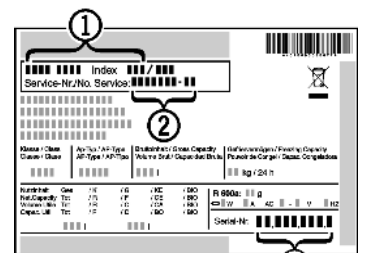

Fig. 10
- ▶ Apparaataanduiding Fig. 10 (1), service-nr. Fig. 10 (2) en serie-nr. Fig. 10 (3) van het typeplaatje aflezen. Het typeplaatje bevindt zich aan de linkerkant binnen in het apparaat.
- ▶ Contact opnemen met de Technische Dienst en het probleem, apparaataanduiding *Fig. 10 (1)*, service-nr. *Fig. 10 (2)* en serie-nr. *Fig. 10 (3)* mededelen.